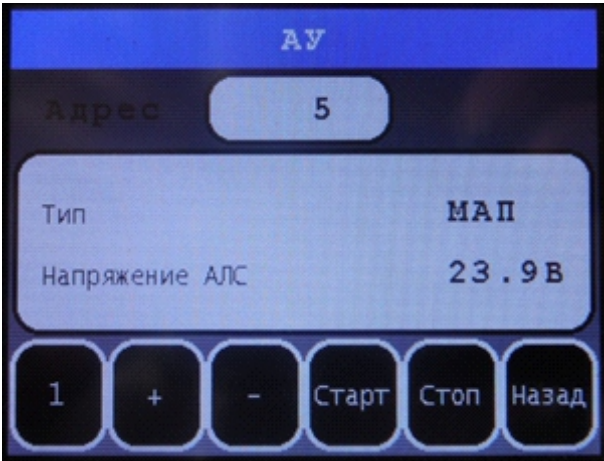

Рисунок 9 – Окно «АУ»
– «АУ» – кнопка, открывающая окно «АУ» (рисунок 9), в рабочей области которого возможно отобразить каждое адресное устройство в соответствии с его текущим адресом и перевести его в состояние подсветки индикатора «СВЯЗЬ» кратковременными вспышками с периодом повторения 3 с.
В рабочей области окна «АУ» (рисунок 9) представлено поле, в котором отображается адрес устройства для просмотра.